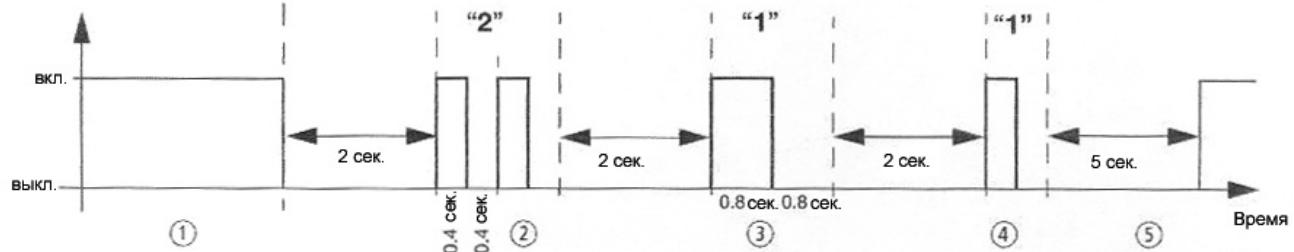

Рис. 2.
6. Если произошел самопроизвольный останов станции, или если она не запускается из-за неисправности, сигнальная лампа тест будет гореть или мигать. В этом случае следует провести тестирование, чтобы узнать код неисправности. Для этого нужно, не выключая ключ из положения «Работа» нажать кнопку тест на панели управления и удерживать ее в течении 3 секунд, после 2 секунд как вы отпустили кнопку тест станция выдаст последовательность сигналов которые показаны на рис. 2.